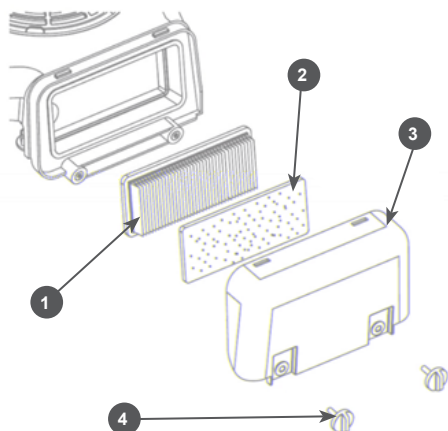

Рис. 12 Обслуживание воздушного фильтра
1. Открутите винты крепления 4 и снимите крышку 3 воздушного фильтра (Рис. 12).
2. Извлеките из крышки 3 воздушного фильтра предварительный фильтрующий элемент 2 (Рис. 12).
3. Извлеките основной фильтрующий элемент 1 (Рис. 12).
Основной (бумажный) фильтрующий элемент 1 (Рис. 12) не подлежит очистке, необходима его замена.